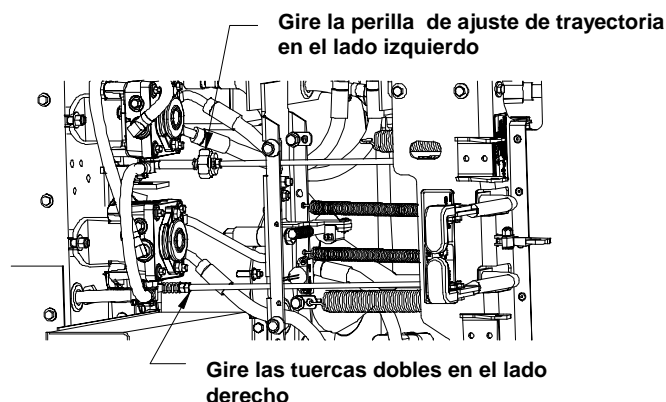

FIGURA 16
- g) Ajuste el acople de la bomba derecha usando una llave para hacer girar las tuercas dobles en el ensamble. Vea figura 16.